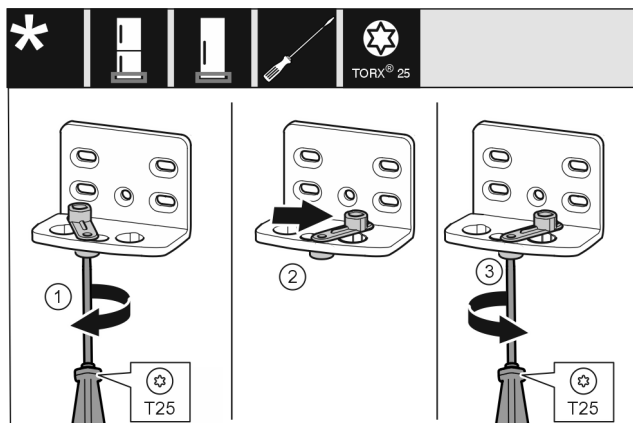

Fig. 13
- ▶ 将螺钉 Fig. 13 (1)用螺丝刀拧松。
- ▶ 将关门辅助装置 Fig. 13 (2)提起并向右 90° 转入钻孔。
- ▶ 将螺钉 Fig. 13 (3)用螺丝刀拧紧。